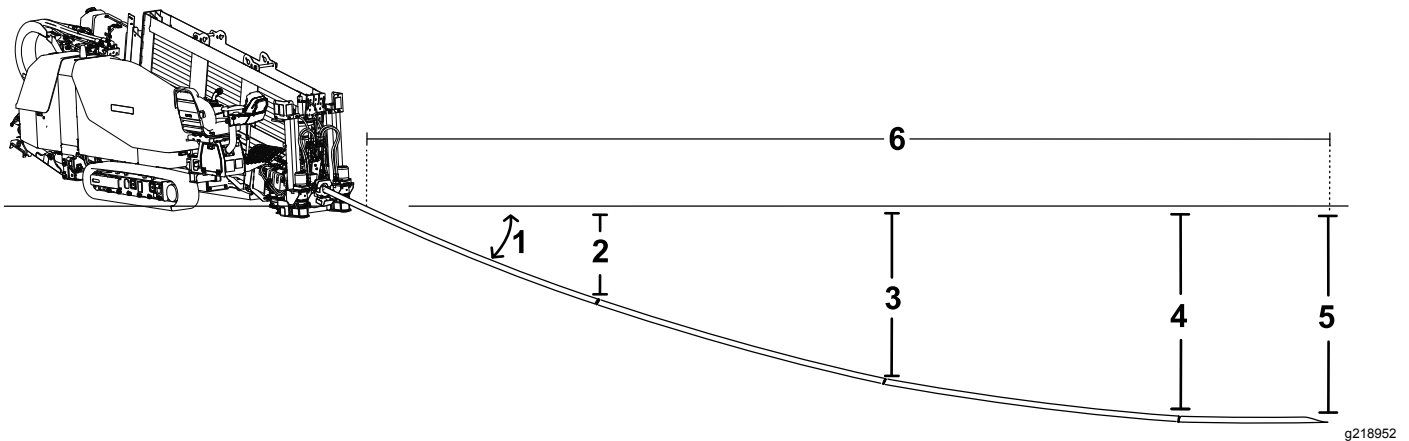

Bild 45
- Zunächst werden die ersten 3 m der Bohrkronen bzw. des Bohrrohrs ohne Lenkung in den Boden eingesenkt. Das Ende der Bohrkronen ist in einer Tiefe von 53 cm (Bild 45).